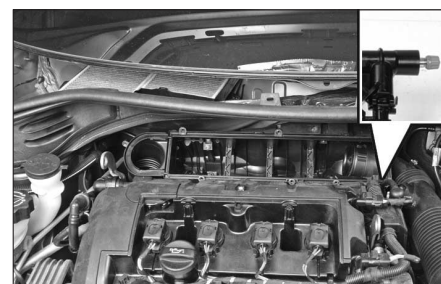

FIG. 35
- A l'aide de l'outil [1], faire chuter la pression du circuit d'essence en (b) (Fig.35).